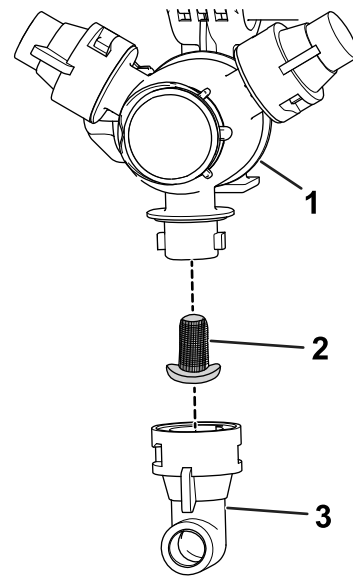

图 53
2. 从喷嘴转动架卸下喷嘴图 53。
3. 拆下喷嘴过滤器图 53。
5. 安装喷嘴过滤器图 53。
6. 将喷嘴安装到喷嘴转动架上图 53。